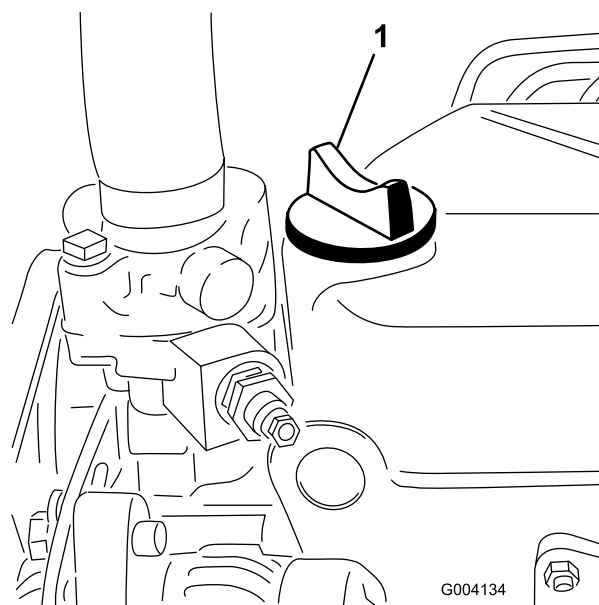

Figure 24
5. Si le niveau n'atteint pas le repère maximum, enlevez le bouchon de remplissage (Figure 24) et faites l'appoint jusqu'à ce que le niveau correct soit atteint. **Ne remplissez pas excessivement.**